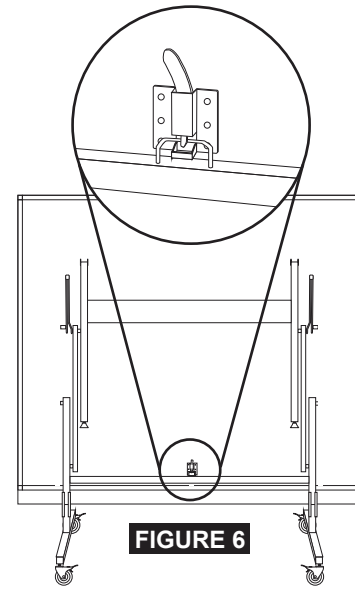

FIGURE 6
3. Placez la table en position verticale comme illustré dans la **FIGURE 6**.